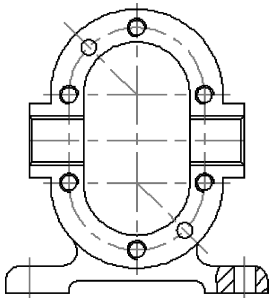

图 14-30 绘制进出油孔
(9) 绘制进出油孔。单击“默认”选项卡“修改”面板中的“偏移”按钮, 将竖直中心线分别向两侧偏移 34 和 35, 将中间的水平中心线分别向两侧偏移 7、8 和 12, 将偏移 8 后的直线改为“细实线层”; 将偏移后的其他直线改为“粗实线层”, 并在“粗实线层”绘制倒角斜线; 单击“默认”选项卡“修改”面板中的“修剪”按钮, 对图形进行修剪, 结果如图 14-30 所示。
(10) 细化进出油孔。单击“默认”选项卡“修改”面板中的“圆角”按钮, 进行圆角处理, 圆角半径为 2; 切换到“细实线层”, 单击“默认”选项卡“绘图”面板中的“样条曲线拟合”按钮, 绘制曲线构成剖切界线; 切换到“剖面层”, 单击“默认”选项卡